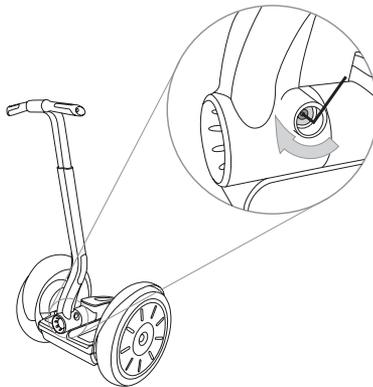

Figure 32. Serrage de la vis maintenant le cadre LeanSteer en place
6. Serrez la vis à 11 Nm. Voir la **Figure 32**.